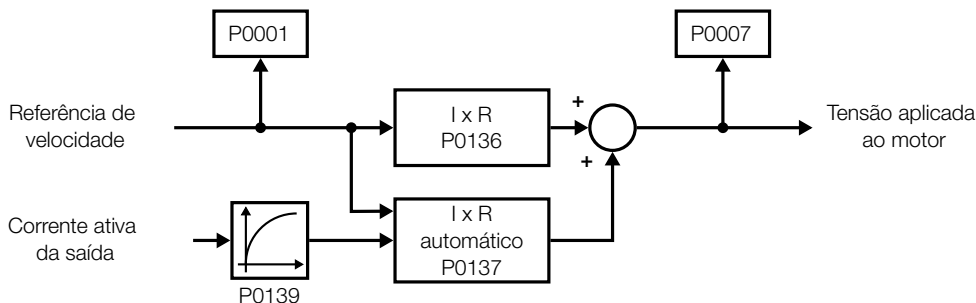

Figura 5.10: Diagrama de blocos do P0137
- Consulte a Figura 5.10 na página 5-22 e Figura 5.12 na página 5-22.